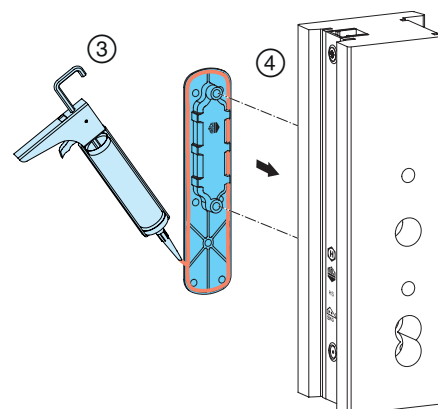

Abb. 34
- ③ Muschelgriff mit Silikon umlaufend abdichten und ④ in Flügelausfräsung positionieren; **Abb. 34**.